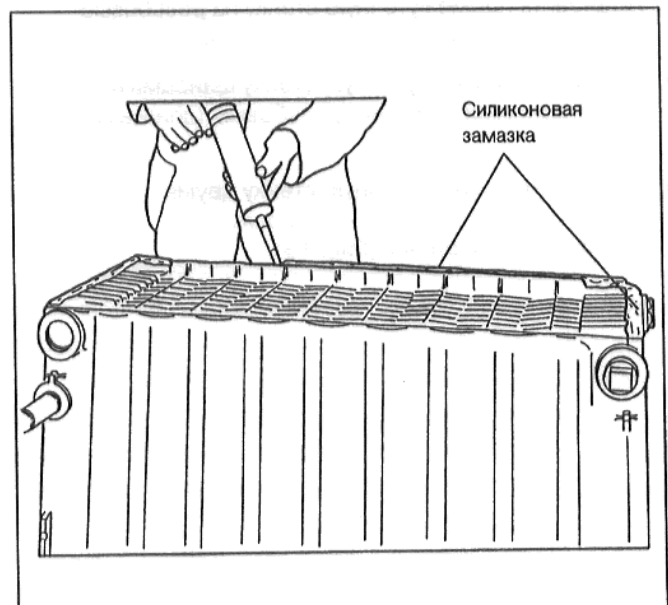

Рис. 16
- На уплотнительную кромку коллектора отходящего газа нанести силиконовую замазку (Рис. 16).